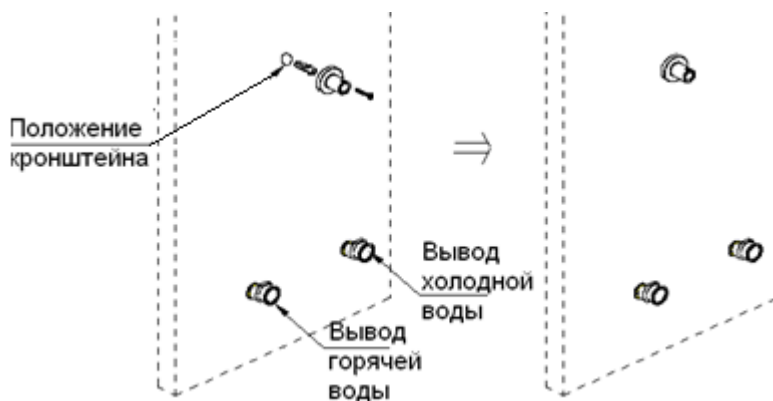

Рис.6
5. Просверлите в стене отверстие для установки настенного кронштейна /3/. Вытащите дюбель /2/ из сборочного комплекта, вставьте его в отверстие, затем прикрутите крестообразной отверткой настенный кронштейн /3/ к стене с помощью самореза /4/ (рис.6).